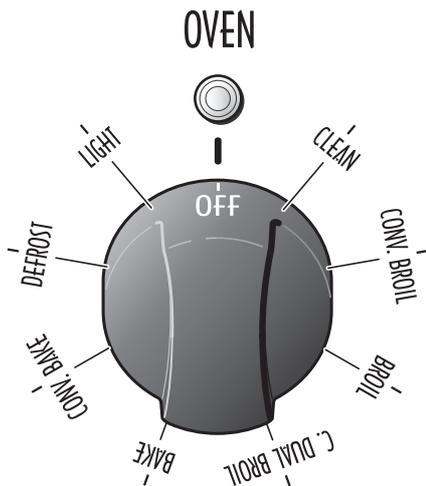

Fig. 4.1
**SELECTING THE FUNCTIONS** (fig. 4.1)